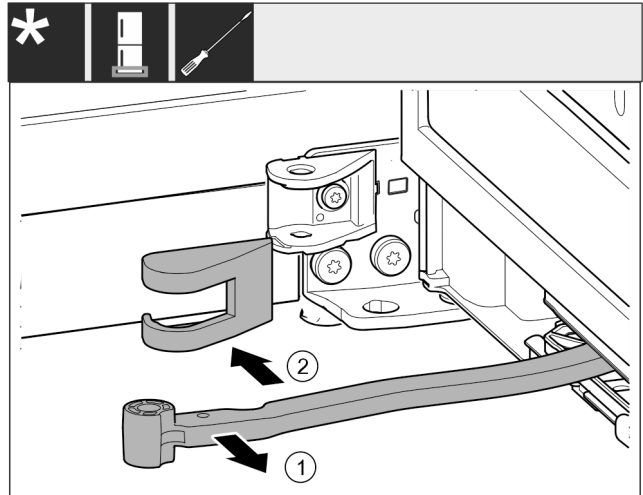

Fig. 16
- Gelenk Fig. 16 (1) in Richtung Tür drehen.
- Lagerbockabdeckung Fig. 16 (2) entfernen.